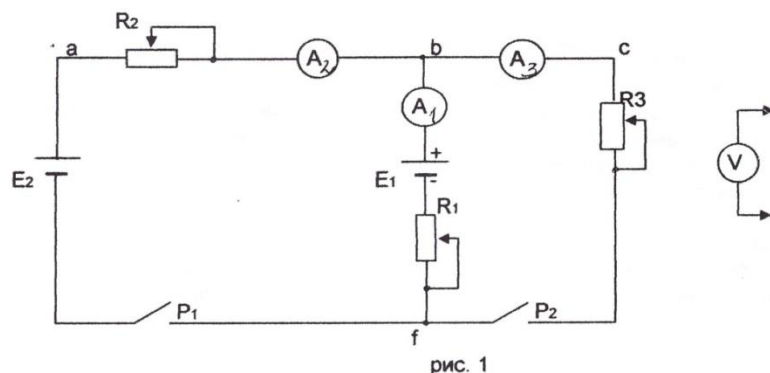

рис. 1
1. Собрать схему рис. 1. Для одного из трех неизвестных резисторов ( $R_1$ )
1. Собрать схему: рис.1
1. Собрать схему (рис. 1)